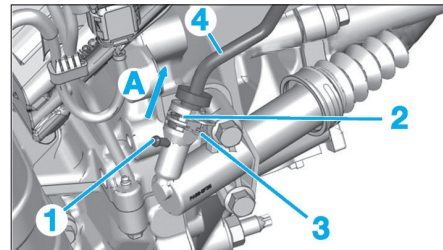

Fig. 15
- Déposer le bouchon de protection de l'orifice de purge (1) (Fig.15).
- Accoupler un tuyau transparent sur l'orifice de purge (1).
- Clipper l'agrafe (2).
*L'agrafe (2) doit toujours rester en position clippée sur le récepteur hydraulique d'embrayage pendant la purge, afin de retenir le tuyau hydraulique.*
- Déclipper l'agrafe (3).
- Tirer sur le tuyau d'alimentation (4) pour libérer l'orifice de purge (suivant la flèche (A)).
- Clipper l'agrafe (3).
- Enfoncer le tuyau d'alimentation (4) pour obtenir l'orifice de purge (dans le sens inverse de la flèche (A)).